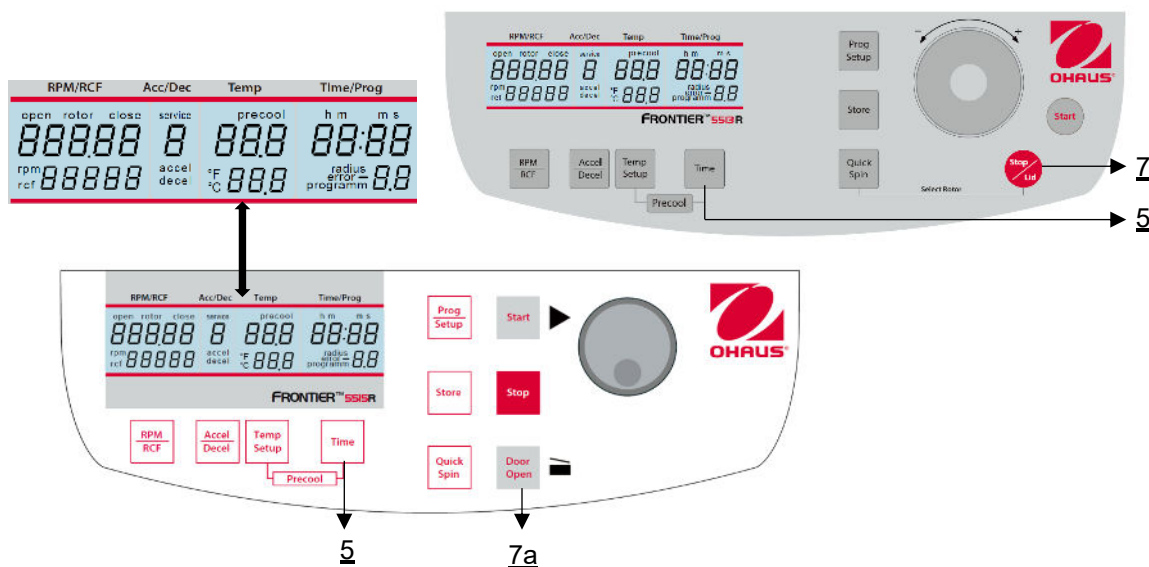

Figura 25
Aprire il coperchio della centrifuga e spegnere l'interruttore principale. Riaccendere l'interruttore principale. Per circa 3 secondi sul display viene visualizzato il nome del modello e la versione attuale del software. Durante questo tempo, premere contemporaneamente i tasti **"Tempo"** (5) e **"Stop/Coperchio"** (7). Di conseguenza, viene eseguito un test del display per circa 3 secondi. Tutti gli indicatori vengono visualizzati contemporaneamente (vedere Figura 25).